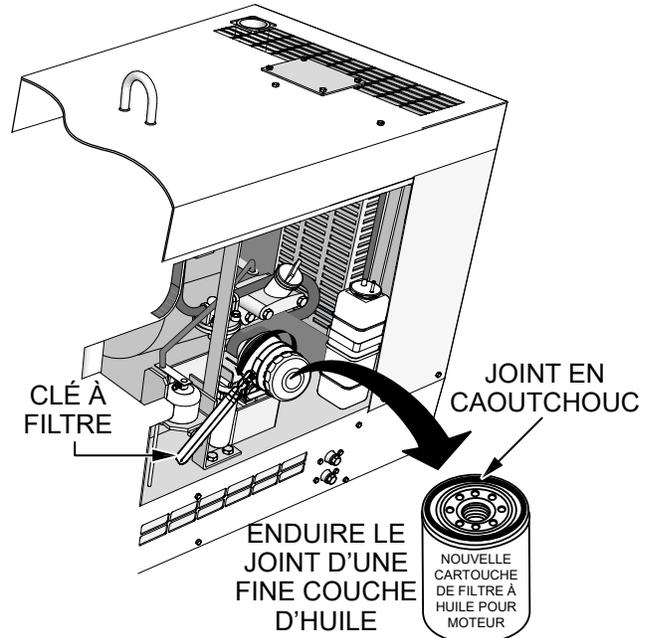

Figure 51. Remplacement du filtre à huile
2. À l'aide d'une **clé à filtre à huile** (Figure 51), retirez le **filtre à huile du moteur**.
3. Enduire la surface du **joint en caoutchouc** du nouveau filtre à huile d'huile moteur 15W-40 propre (Figure 51).